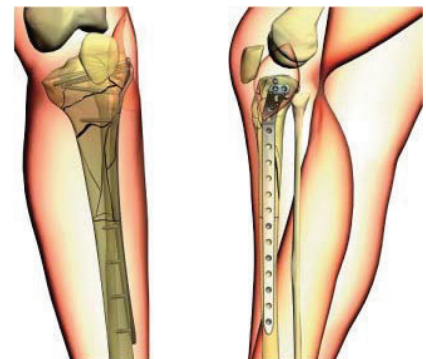

Fig.13
4. Inserte otros tornillos con los mismos procedimientos (Fig. 13).